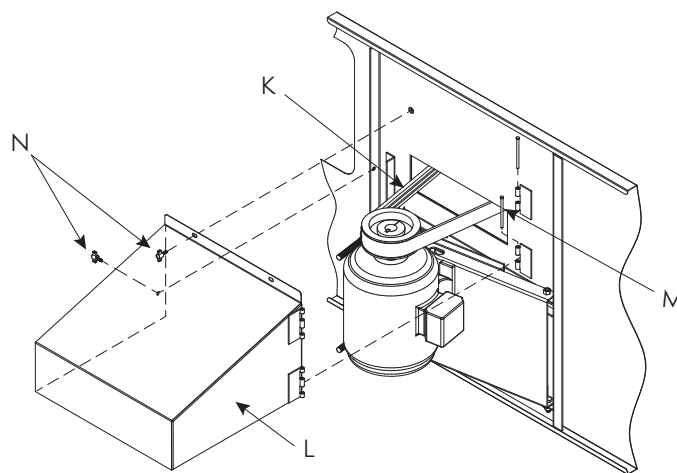

Abb. 17b – Montage von Motorabdeckung und Powerband-Keilriemen
7. Bringen Sie den Powerband-Keilriemen **K** (**Abb. 17b**) auf die Riemenscheibe von Ventilator und Motor. Spannen Sie den Riemen mithilfe von Muttern an den Gewindestangen, wobei der Keilriemen nicht überspannt werden darf. Die Mitte des Keilriemens sollte durchmäßigen Fingerdruck etwa 1/2" (12,7 mm) nachgeben.
10. Zur Installation der Motorabdeckung **L** sind die Scharniere auszurichten und die Scharnier-Stifte **M** einzusetzen (siehe **Abb. 17b**).